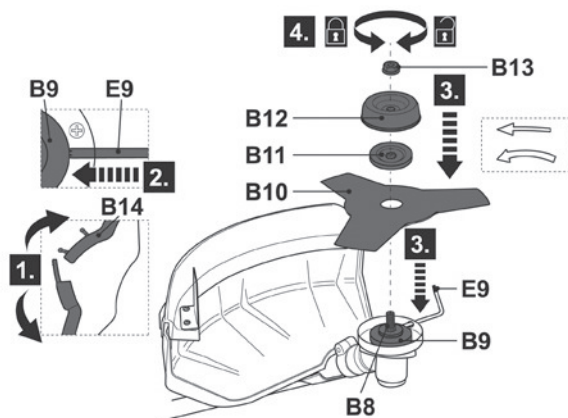

Fig. 10
- > Apriete la tuerca (B13) hacia la izquierda mientras sujeta el eje (B8) con la llave Torx de 5 mm (E9) para fijar la cuchilla (B10). Luego retire la llave Torx (Fig. 10).